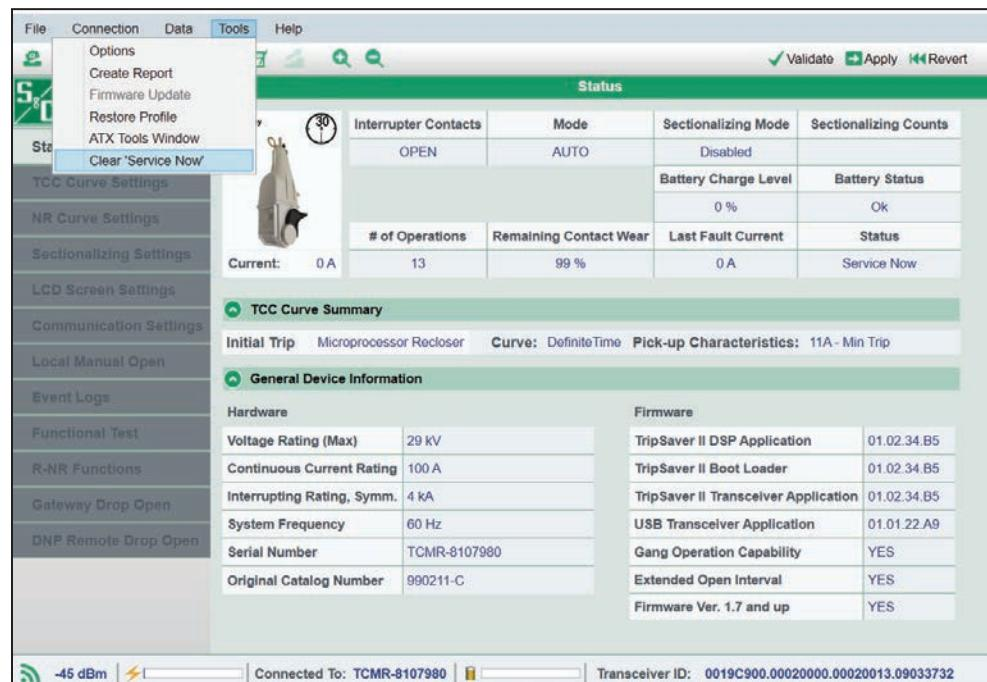

Figura 148. La opción Borrar Servicio Ahora en el menú Herramientas.
PASO 5. En el menú **Herramientas**, haga clic en la opción de menú **Clear 'Service Now'** (**Borrar 'Servicio ahora'**.) Ver la Figura 148.